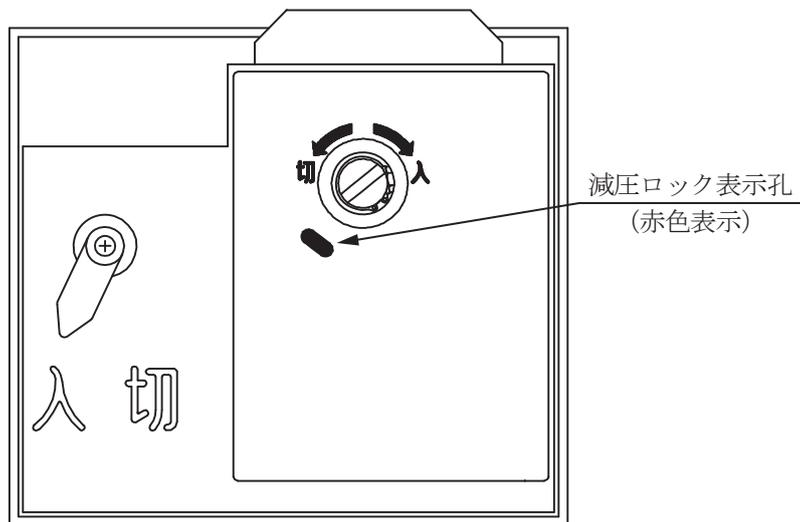

図1
- ①減圧ロック装置は、封入ガス圧力が10～15 kPa・G以下に低下すれば動作します。
- ②減圧ロックすれば、図1のように減圧ロック表示（赤色）が出て、ハンドルでの「入」「切」操作ができなくなるため、開閉器の開閉状態は減圧ロック装置動作時点のまま維持します。
- ③制御装置は開閉器より減圧ロックの信号を受け、トリップコイル（TC）の回路を断路します。